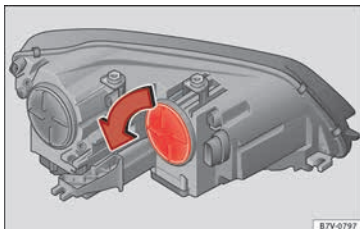

Fig. 108 En el vano motor: cubierta del intermitente.
2.	Gire la cubierta » fig. 108 en el sentido de la flecha y extráigala.
7.	Gire la cubierta » fig. 108 hasta el tope en sentido contrario al de la flecha.